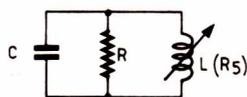

Figure 6
Le circuit est équivalent à celui de la **figure 6**. C'est un montage parallèle LCR.
En tenant compte des valeurs de l'admittance d'entrée Y et du réseau équivalent, les auteurs obtiennent les valeurs de R et de L (**figure 6**) ci-après : (1)